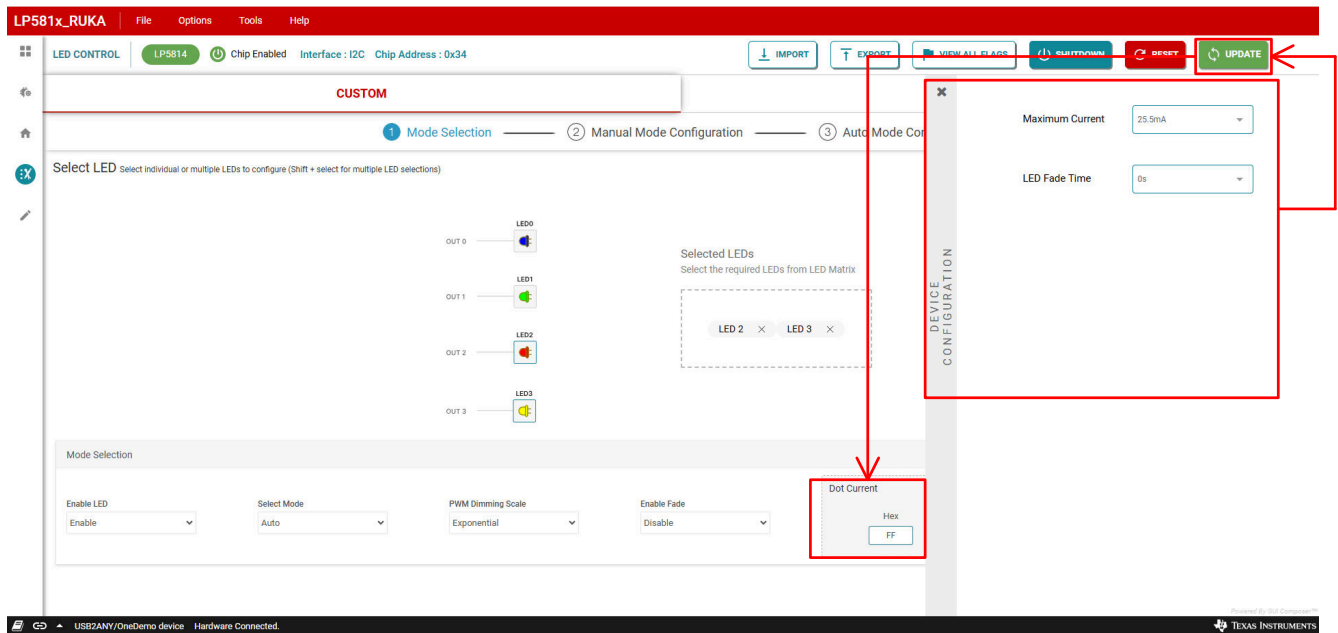

图 3-16. 自动模式下的电流设置和更新命令发送
4. 单击 **LED Control** 页面右侧的 **Device Configuration** 按钮，以打开最大电流配置面板，如图 3-16 所示。从 **Maximum Current** 下拉菜单中选择 **25.5mA** 或 **51mA** 项，以设置选定红色 LED 和白色 LED 的 MC (最大电流)。
6. 在 **Dot Current** 控件中输入数据，为选定的蓝色 LED 和绿色 LED 设置 DC (点电流) 值，如图 3-16 所示。